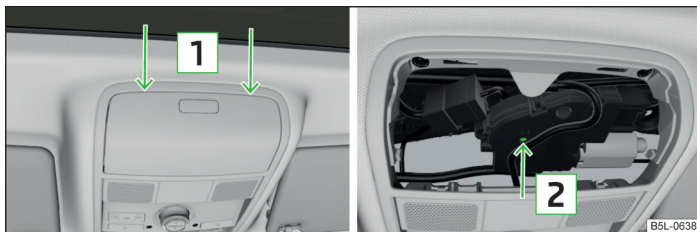

Fig. 190 Punct de amplasare a șurubelniței/orificiul pentru amplasarea cheii
- Introduceți o șurubelniță de cca. 5 mm lățime în fantă, cu atenție, în locul marcat cu săgeți **1** » fig. 190.